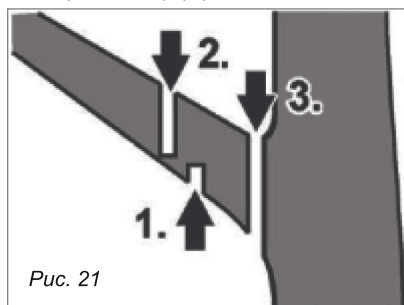

Рис. 21
- Пропилите ветку на расстоянии 10-15 см от основания ветки снизу вверх, до 1/3 диаметра ветки (Рис. 21) (1).
- Пропилите ветку немного дальше сверху вниз (Рис. 21) (2).
- Выполните надрез, плотно прилегающий к стволу (Рис. 21) (3). Сделайте разрез сверху вниз.